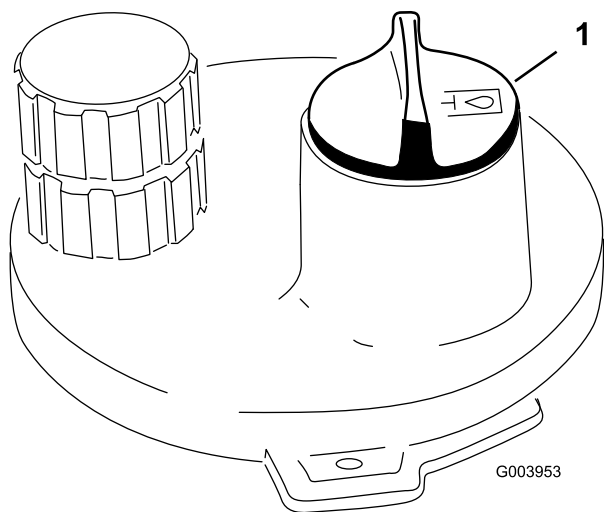

Figure 37
3. Nettoyez la surface autour du goulot de remplissage et du bouchon du réservoir hydraulique (Figure 37). Enlevez le bouchon du goulot de remplissage.